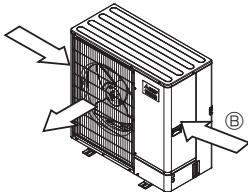

Fig. 2-4
- ③ Bringen Sie die Anlage so an, dass die Abluft aus der Lufteinströmöffnung im rechten Winkel zu derjenigen Richtung geführt wird, aus der saisonal bedingt starker Wind bläst. (Fig. 2-4)